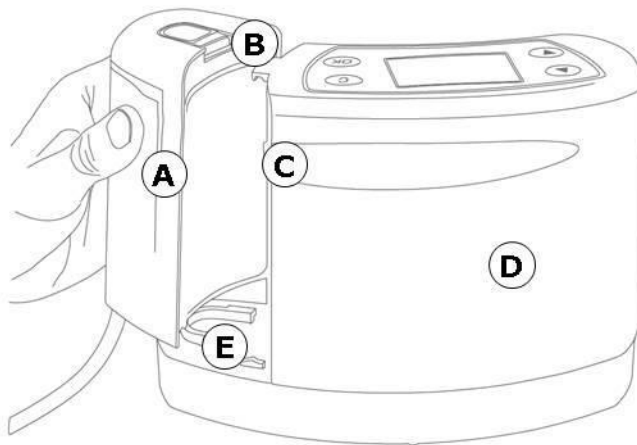

Abb. 5 Anschluss des Einweg-Sekretbehälters
1. Nehmen Sie den Einweg-Sekretbehälter (Abb. 5 (A)) aus der Verpackung.
2. Schieben Sie den Behälter auf die Führungsschiene (Abb. 5 (E)) am **ASSKEA *profound*® M**, bis der Einweg-Sekretbehälter hörbar an der Verriegelung (Abb. 5 (B)) einrastet.